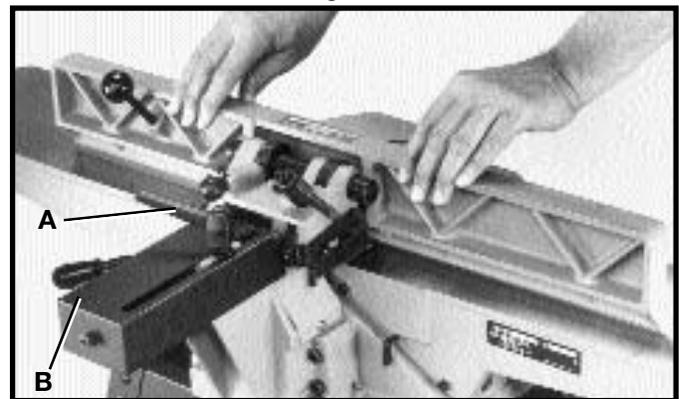

Fig. 48
1. Para mover la guía a través de la mesa, afloje la agarradera de cierre (A) Fig. 48, deslice la guía hasta la posición deseada sobre la mesa, y apriete la agarradera de cierre (A). En lo que se mueve la guía a través de la mesa, el protector trasero del cabezal de corte (B) cubre y protege el cabezal detrás de la guía. **AVISO:** La agarradera de cierre (A) está accionada por resorte y puede ser reorientada extrayendo la palanca y colocándola nuevamente sobre la tuerca dentada situada debajo del cubo de la agarradera.